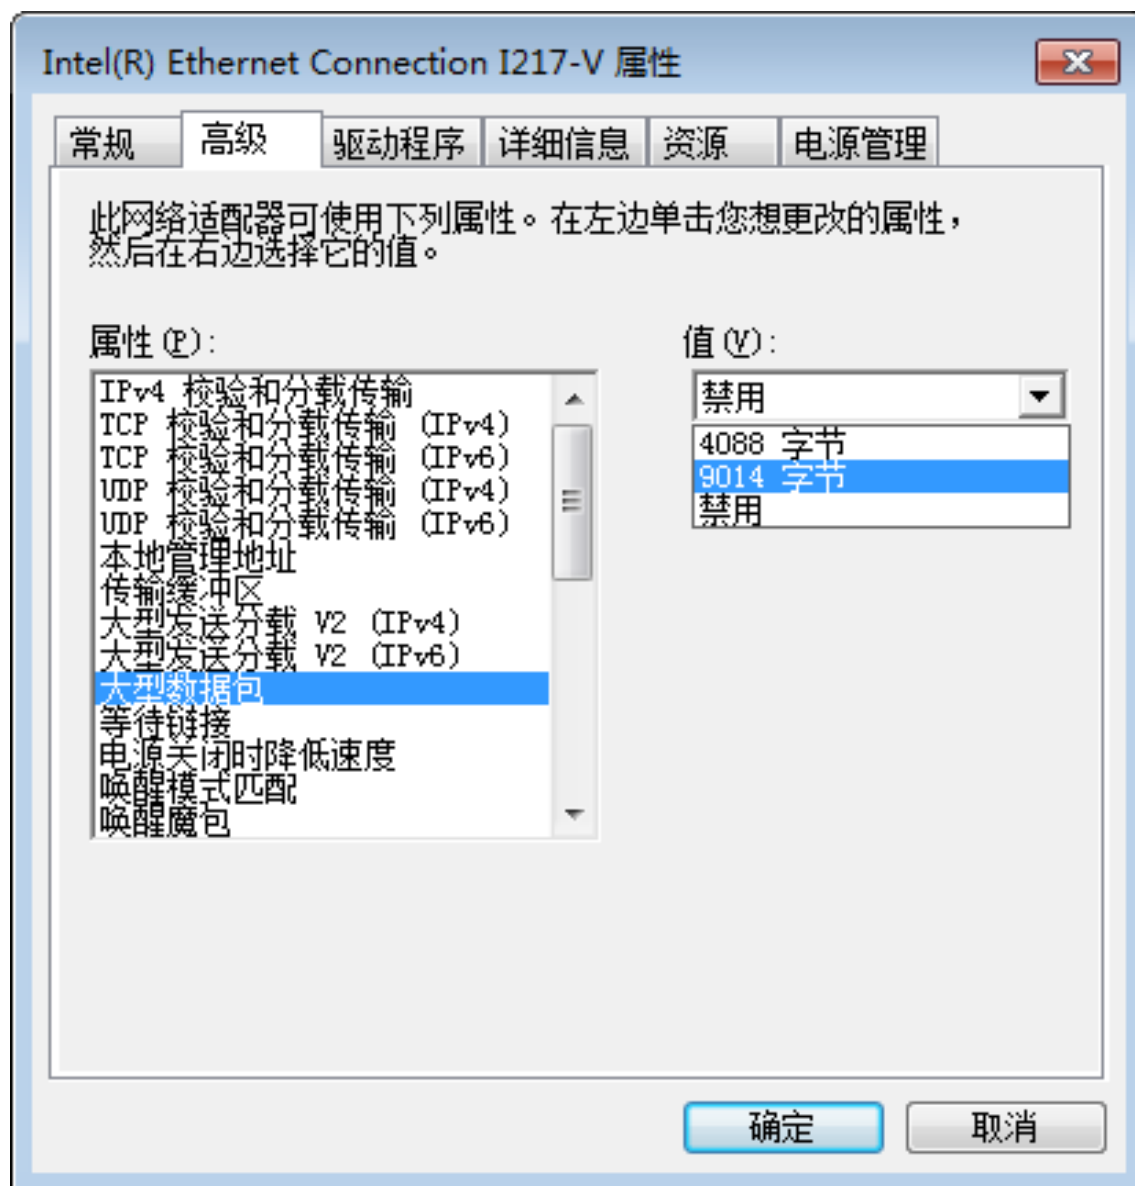

图4-3 网卡高级属性
2. 依次点击控制面板→硬件和声音→设备管理器→网络适配器，选中对应的网卡，打开属性中的高级菜单，本地网卡大型数据帧设置为 9014 字节，传输缓冲区和接收缓冲区均设置为 2048，中断节流率设置为极值。具体设置如图 4-3 所示。